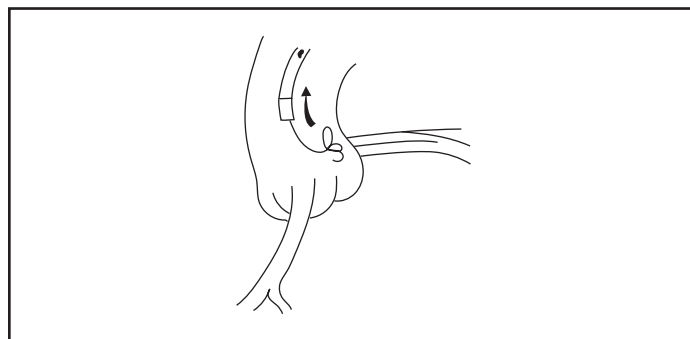

Figure 2.
**Étape 1.** Tirer légèrement le cathéter guide en arrière jusqu'à ce qu'il sorte de l'ostium (voir la figure 2).